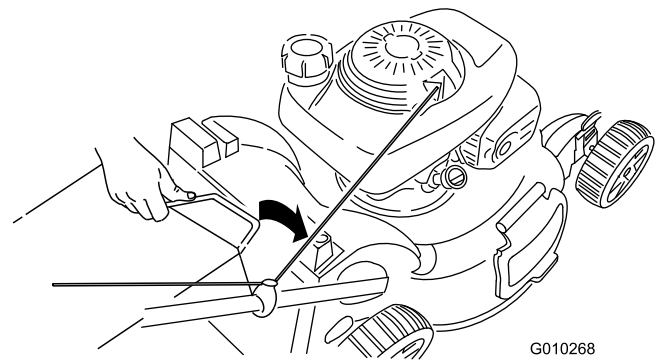

Figura 29
3. Introduzca el asa de la bolsa de recogida en las ranuras de la parte superior de la máquina (Figura 29).